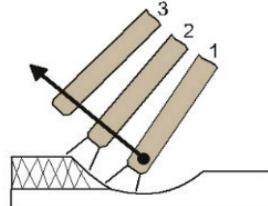

Рис. 3
- При завершении шва отведите электрод немножко назад, чтобы заполнилась сварочная ванна, а затем переместите электрод на верхний край сварочной ванны (1 – 2 рис. 3) и быстро отведите от кратера (3 рис. 3).